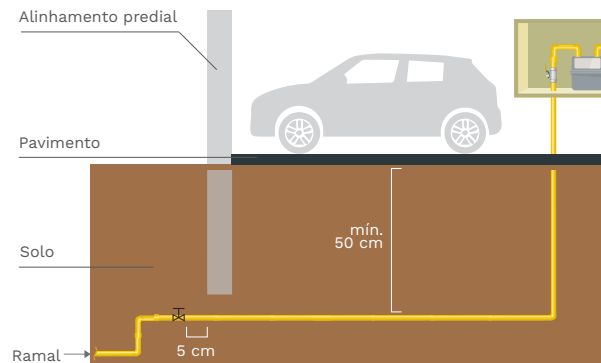

Figura 2
- **50 cm** a partir da geratriz superior do tubo em **locais sujeitos a tráfego de veículos** (figura 2).